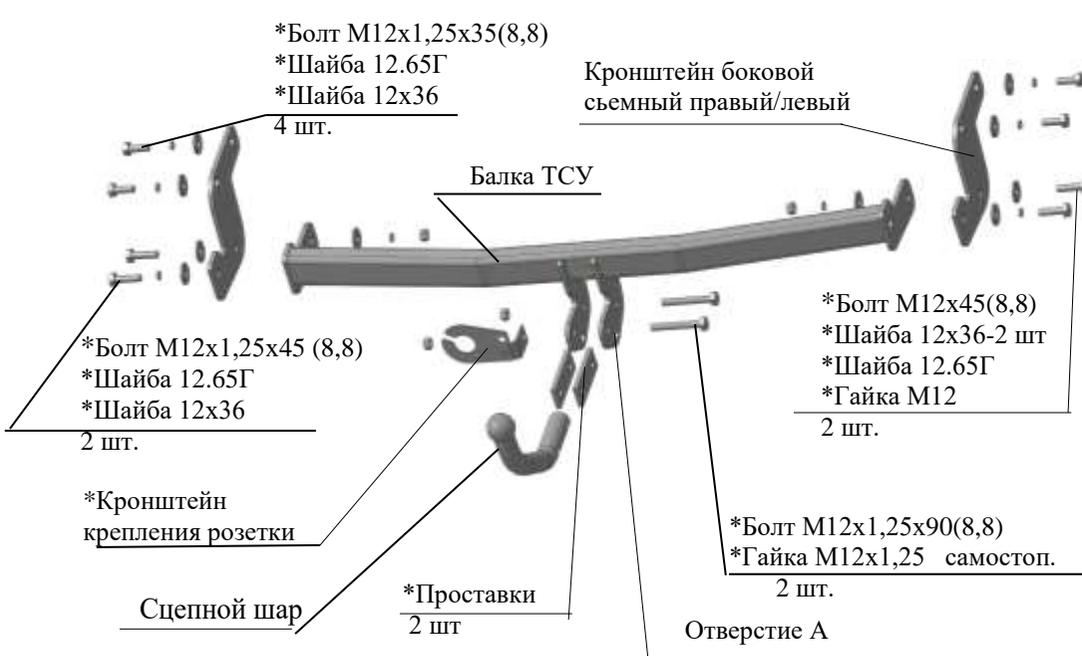

Рис.1 Тягово-цепное устройство ТСУ 7242.
2.1 ТСУ 7242 в сборе (рис.1)	1 шт.
2.2 Пакет с комплектующими (см. рис.1) Защитный колпак	1 шт. 1 шт.
4.3 Закрепить левый и правый боковые съемные кронштейны (соответственно рис.1) к боковым внешним полкам лонжеронов а/м болтами М12х1.25х35 (используя гайки приварные штатные), под головки болтов подложить шайбы 12.65Г и 12х36. Крепеж не затягивать.
4.7 Закрепить сцепной шар и кронштейн крепления розетки (кронштейн розетки предварительно скрепить с уголком болтом М10х20 и гайкой М10 самостоп – на рис.1 условно не показано) к кронштейнам шара через проставки болтами М12х1,25х90 и гайками М12х1,25 самостоп.